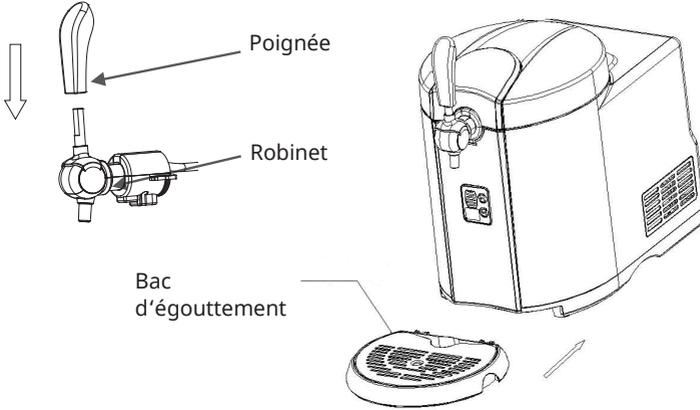

Figure 1
- Fixez la poignée de la tireuse au robinet. Assurez-vous que les deux parties des extrémités sont correctement connectées (voir la figure 1).